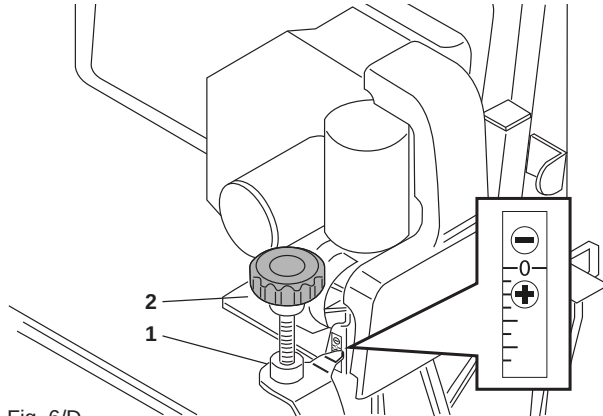

Fig. 6/D
La hauteur de la brosse centrale est réglée en usine pour un sol dur (céramique ou pierre naturelle), avec le réglage « 0 » (Fig. 6/D). En cas d'utilisation de la machine sur des sols souples (moquette), desserrer le contre-écrou, pos. 1 Fig. 6/D, et tourner le bouton de réglage, pos. 2 Fig. 6/D, de deux tours complets dans le sens horaire pour réduire la pression de la brosse. Serrer le contre-écrou.